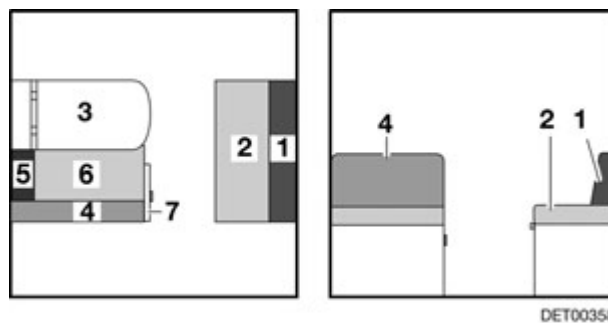

Fig. 104 Antes de la transformación
- Ampliar la mesa (Fig. 104,3) y transformarla en base de cama (véase apartado 7.7).
- Tirar del asidero y abrir la trampilla (Fig. 104,7).